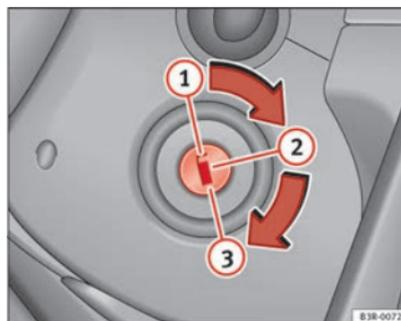

Fig. 137 Posições da chave
- Rode a chave para a posição ① ⇒ Fig. 137.